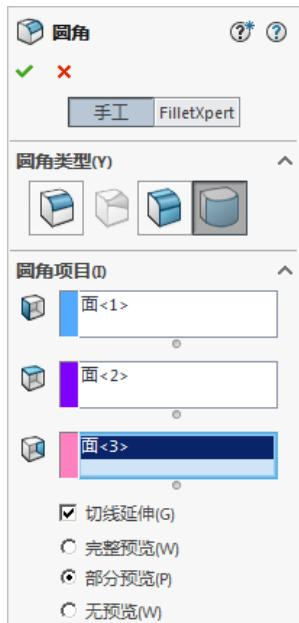

图 6.6.11 “圆角”对话框
Step2. 选择下拉菜单 **插入(I)** → **曲面(S)** → **圆角(U)...** 命令，系统弹出图 6.6.11 所示的“圆角”对话框。
Step3. 定义圆角类型。在“圆角”对话框的 **圆角类型(Y)** 区域中单击 **圆角** 选项，如图 6.6.11 所示。